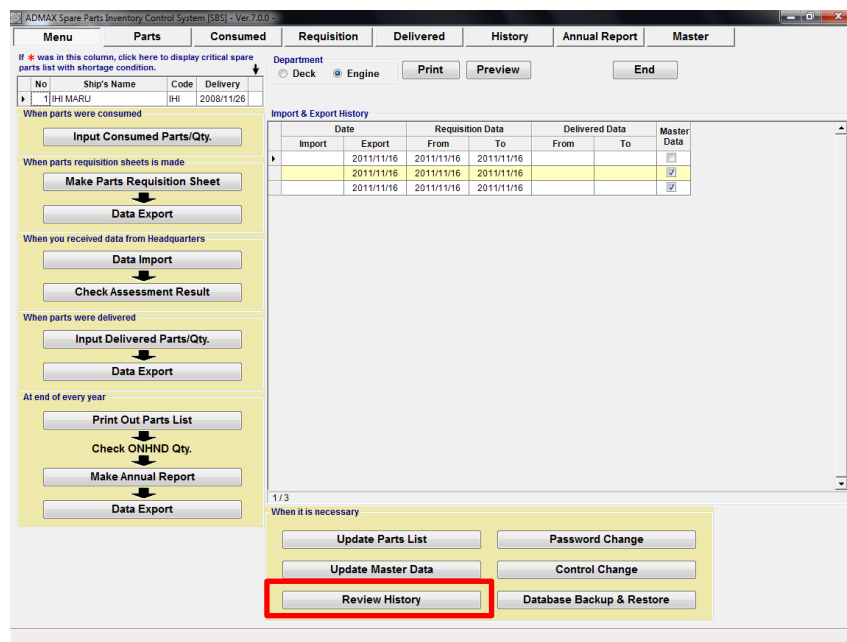

図 9.1 Menu
1. “Menu Screen”で[Review History]を選択します。(図.9-1)